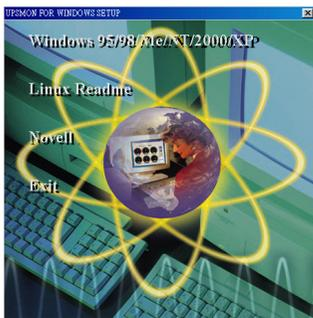

Bild 5.1
1. Legen Sie die UPSMON CD in das CD-ROM Laufwerk. Das Installationsprogramm startet automatisch und das Installationsmenü erscheint (Bild 5.1). Bitte wählen Sie das Betriebssystem für Ihren Computer und klicken Sie es an. (zum Beispiel: Wenn Ihr Betriebssystem Windows 98 ist, klicken Sie **Windows 98/ Me/ 2000/NT/ XP**).